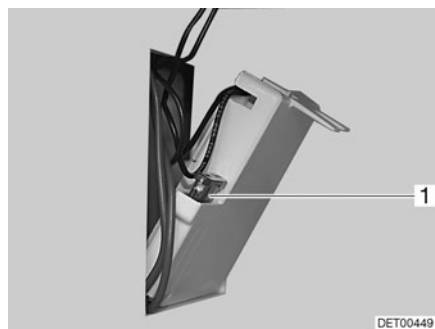

Fig. 105 Fusible des toilettes Thetford
- Changer le fusible (Fig. 105,1).